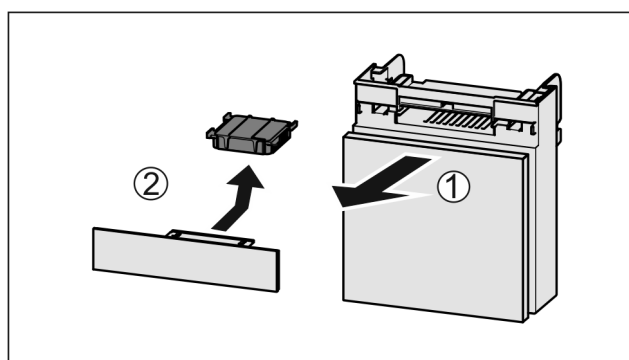

Fig. 115
- Lade vanaf de voorkant eruit trekken Fig. 115 (1).
- Actiefkoolfilter verwijderen Fig. 115 (2).